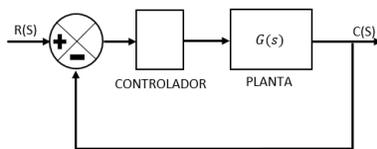

Figura 2. Respuesta del sistema de mezclado $G(s)$ ante entrada escalón.
2. El modelo anterior $G(s)$ se conecta en un sistema de control en lazo cerrado, como se muestra en la figura 2.